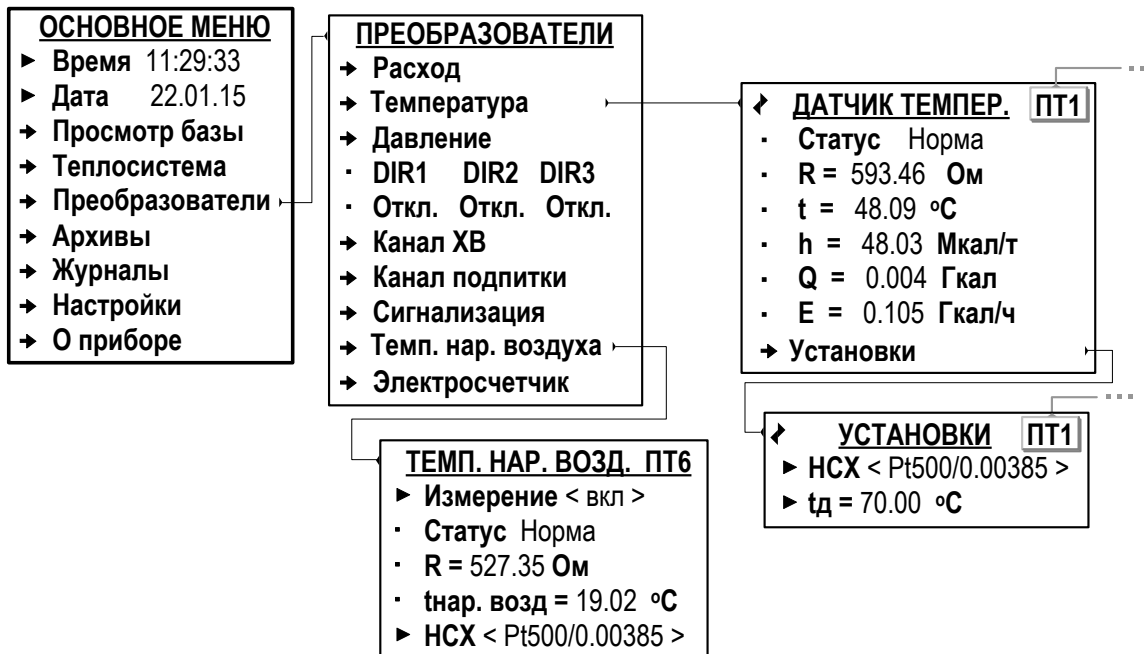

Рис.29. Вид меню настройки ПТ (режим СЕРВИС).
7.5.4.2. Настройка параметров входов для подключения преобразователей температуры выполняется в меню **Преобразователи / Температура / Установки** (рис.29).
7.5.4.3. Программное подключение датчика температуры наружного воздуха выполняется в меню **Преобразователи / Темп. нар. воздуха** (рис.29): для параметра **Измерение** устанавливается значение **вкл.** После чего обеспечивается доступ к его установочным параметрам.